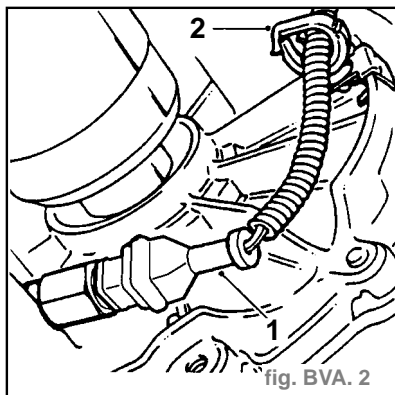
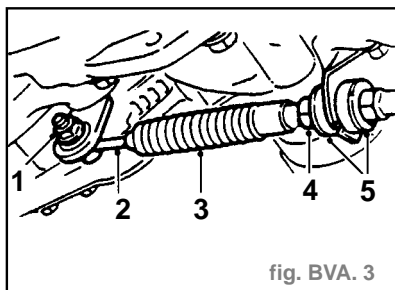
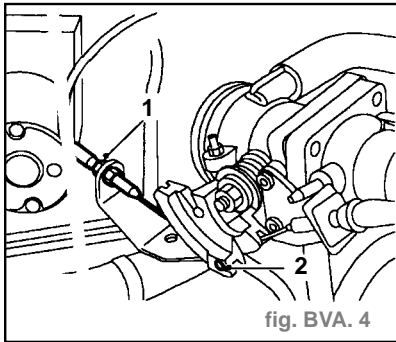

fig. BVA. 2
fig. BVA. 3
fig. BVA. 4
- marche arrière (1) (fig. BVA. 2).
- Dégager l'attache maintenant le faisceau sur la boîte de vitesses (2).
- Enlever l'écrou maintenant la tringlerie de câble de sélecteur sur le levier de sélection (1) (fig. BVA. 3).
- Dégager la tringlerie de câble de sélecteur du levier de sélection (2).
- Reculer la gaine en caoutchouc du contre-écrou sur la tringlerie du câble de sélecteur (3).
- Desserrer le contre-écrou maintenant le câble de sélecteur sur le support de butée (4).
- Séparer les caoutchoucs anti-vibration et dégager le câble du support de butée (5).
- Desserrer les écrous maintenant le câble de rétrogradation sur le support de butée (1) (fig. BVA. 4).